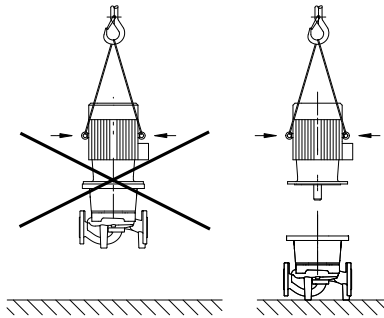

Fig. 35: Транспортиране на мотора
- Транспортните халки на мотора са предназначени само за транспортиране на мотора, а не на цялата помпа (Fig. 35).